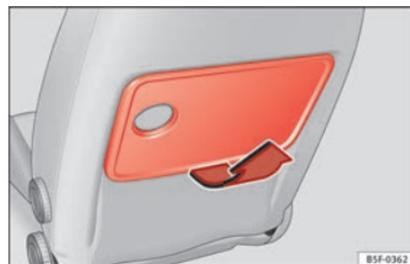

Fig. 114 Sedile anteriore sinistro: tavolinetto ripiegabile.
– Per aprirlo, sollevare il tavolinetto come da freccia »» fig. 114.